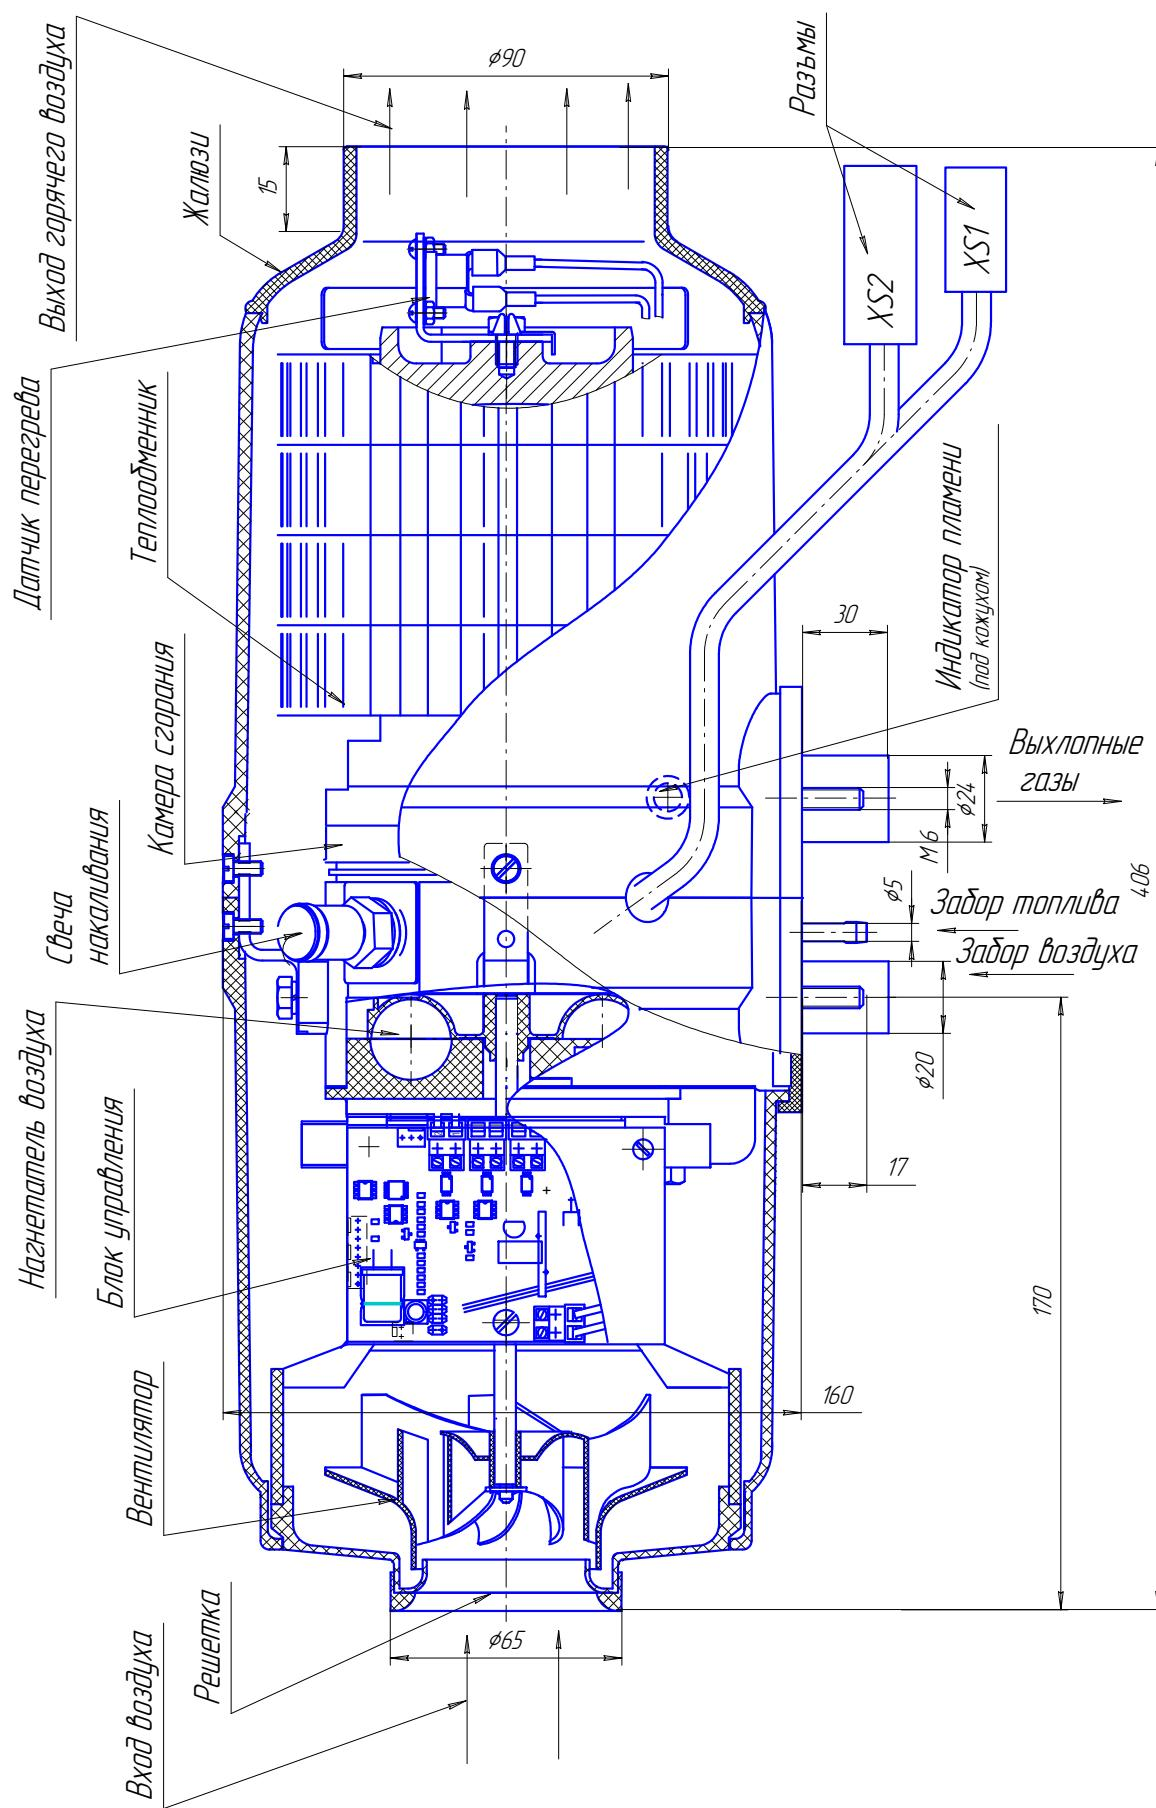

Рис. 3 –Основные узлы нагревателя
- нагреватель (основные узлы нагревателя показаны на рис.3);